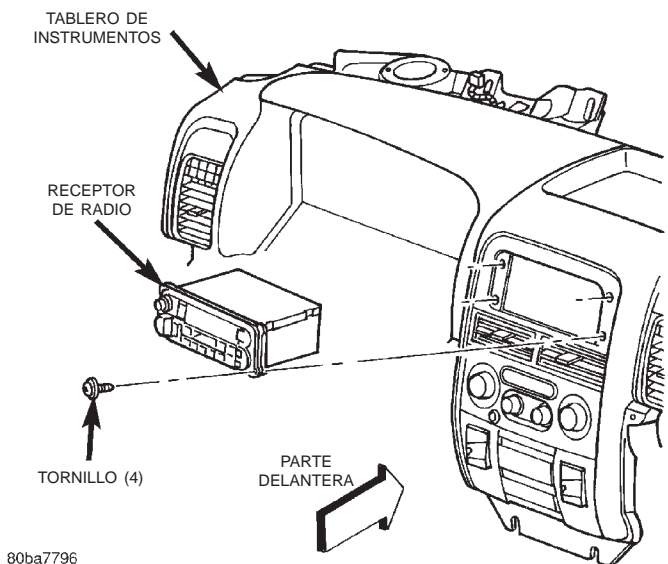

Fig. 4 Desmontaje e instalación de la radio
(1) Desconecte y aisle el cable negativo de la batería.
(2) Retire el marco central superior del tablero de instrumentos. Para informarse sobre los procedimientos consulte **Marco central superior del tablero de instrumentos**, en la sección Desmontaje e instalación del grupo 8E, Sistemas del tablero de instrumentos.
(3) Retire los cuatro tornillos que fijan el receptor de radio en el tablero de instrumentos (Fig. 4).